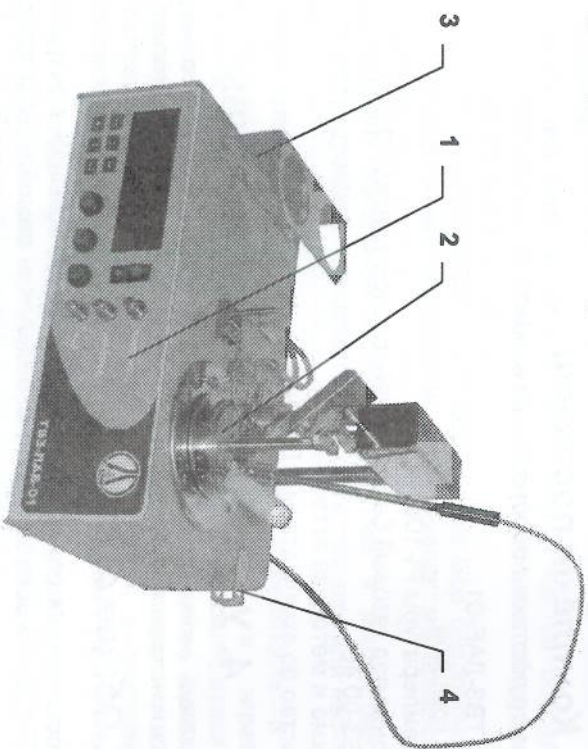

Рис. 1. Аппарат ТВ3-ЛАБ-01. Общий вид.
Аппарат выполнен в настольном исполнении в виде единого блока, в котором размещены панель управления (1), испытательный модуль (2), подавка под тигель (3) и держатель для датчика температуры (4). Общий вид аппарата показан на рис. 1.